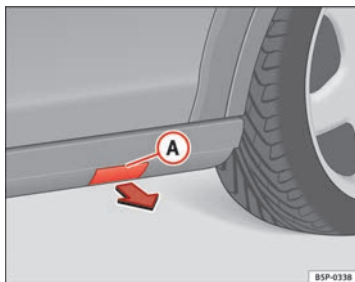

Abb. 181 Kunststoff-Trittleiste mit Deckel zur Aufnahme des Wagenhebers
- Nehmen Sie den Deckel (A) ab, damit die Aufnahmepunkte für den Wagenheber des Fahrzeugs frei sind ⇒ Abb. 181.
- Dazu ziehen Sie den Deckel in Pfeilrichtung ab ⇒ Abb. 181.